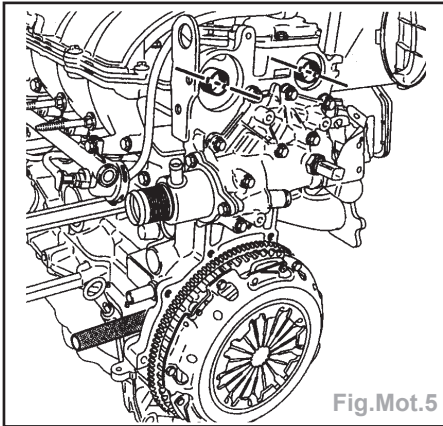

Fig.Mot.5
- positionner les rainures des arbres à cames vers le bas (Fig.Mot.5).